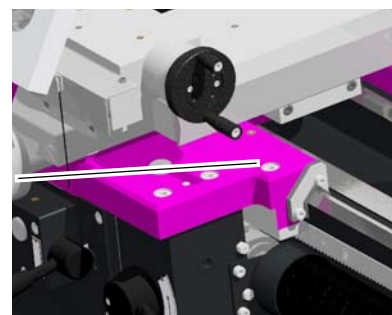

Abb.4-19: Bettschlitten Feststellschraube
- ➔ Lösen - oder Klemmen Sie die Klemmschraube am Bettschlitten in Abhängigkeit des verwendeten Vorschubs ☞ „Abb.4-19: Bettschlitten Feststellschraube“ auf Seite 58